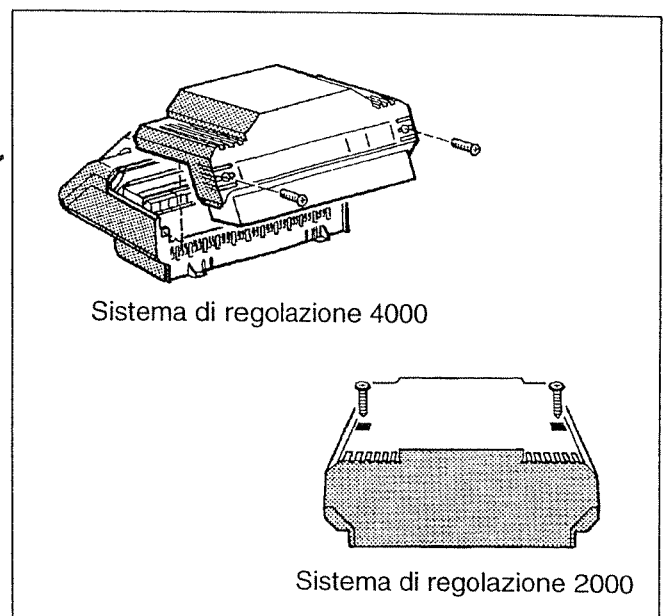

Fig. 9: Aprire l'apparecchio di regolazione
- Svitare le due viti della copertura morsettiera dell'apparecchio di regolazione. Rimuovere la copertura morsettiera (Fig. 9).